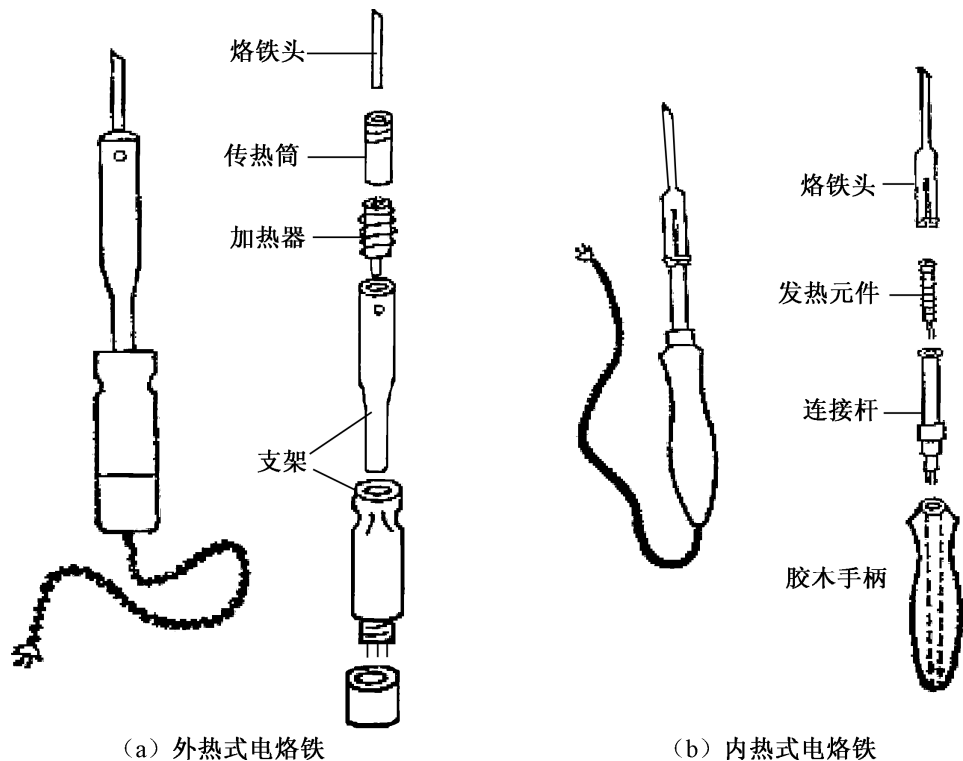

图 2.6 直热式电烙铁结构
(3) 电烙铁。电烙铁是手工锡焊的主要工具，选择合适的电烙铁并合理使用是保证焊接质量的基础。由于焊接任务不同，电烙铁分为不同的结构和形式：按加热方式不同分为直热式、感应式、气体燃烧式等；按电热功率不同分为 20W、30 ~ 300W 等；按功能又分为单用式、两用式、调温式等。最常用的是单用式直热电烙铁，它又可分为内热式和外热式两种。直热式电烙铁主要由以下四部分组成，如图 2.6 所示。